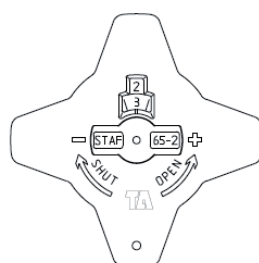
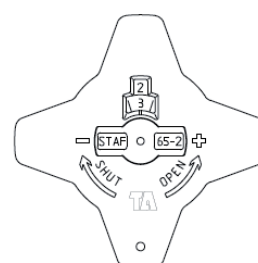

Fig. 1 - Completamente cerrada
Fig. 2 - Abierta 2,3 giros
Como bien se sabe, todas las redes de distribución, incluso la más sencilla, cuentan con varias ramificaciones cuyos caudales deben determinarse correctamente durante el diseño y, luego, deben coincidir con los valores calculados durante el funcionamiento. Es evidente que en un sistema no equilibrado (Fig. 1) los circuitos más cercanos a la bomba reciben un caudal excesivo que va reduciéndose al alejarse de ella: las diferencias de temperaturas registrables en los varios ambientes hacen aumentar los consumos además de crear situaciones de malestar. En este contexto, si se instalan válvulas termostáticas o de regulación, se puede generar ruido. Instalando válvulas de regulación y equilibrado de la **serie STAF-SG** (Fig. 2) en los colectores de las centrales térmicas, en la base de las columnas, río arriba de zonas o unidades de producción e intercambio, una vez que se han regulado, se garantiza una correcta distribución del caudal con inmediatos beneficios de confort y reducción de los consumos además de un sistema de regulación realmente eficiente.
1. cierre completamente la válvula (Fig. 1);
2. abra la válvula de 2,3 giros (Fig. 2);
Para controlar la regulación, cierre la válvula. En el indicador se debe leer el valor 0,0. Luego, abra completamente la válvula. En el indicador debe aparecer el valor de regulación, en este caso 2,3 (Fig. 2). Para seleccionar correctamente la válvula y su prerregulación (caída de presión), véase el nomograma que muestra la caída de presión con diferentes regulaciones y caudales para todos los tamaños de válvulas. Para el control en campo mediante los manómetros diferenciales de la serie BVT-SET, quite el tapón e inserte la aguja a través de la junta estanca de la toma (las tomas de medición son autoestancas).